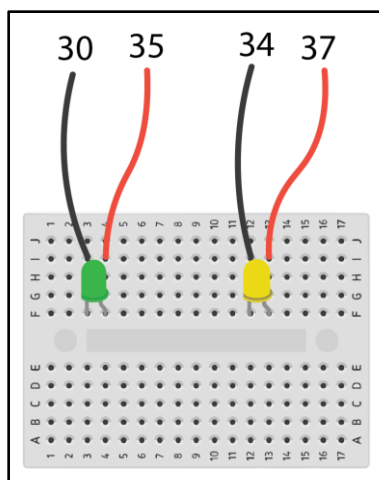

Рисунок 23. Подключение зеленого и желтого светодиодов к GPIO
- d. Подключите два цветных светодиода (зеленый и желтый), которые представляют выходы ганглиозных клеток 1 и 2, к GPIO, используя следующую логику (**Рис. 23**).